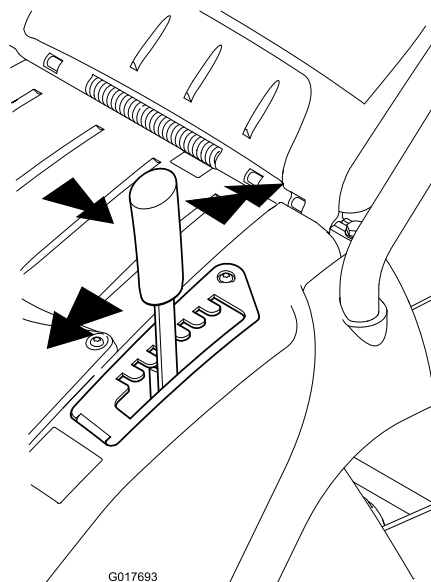

Figura 11
1. Afferrate la leva e tirate lateralmente per disinserirla dalla tacca di bloccaggio (Figura 11).
2. Spingete in avanti per diminuire o tirate indietro per aumentare l'altezza di taglio (Figura 11).
3. Rilasciate la leva nel punto richiesto e assicuratevi che si blocchi saldamente in una delle sette tacche di regolazione (Figura 11).